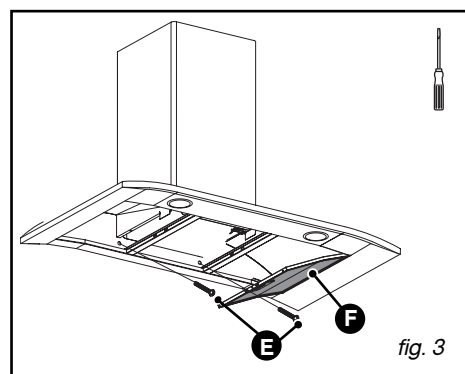

fig. 3
– Retirez les filtres cassettes (F/fig. 3).
– Vissez les deux vis du bas (E/fig. 3).